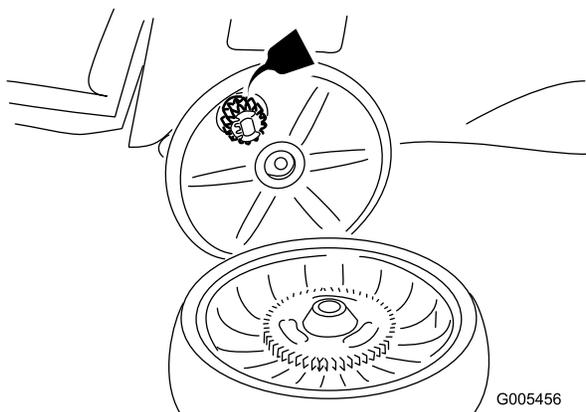

Figura 33
2. Applicare dell'olio lubrificante agli ingranaggi come illustrato in Figura 33.